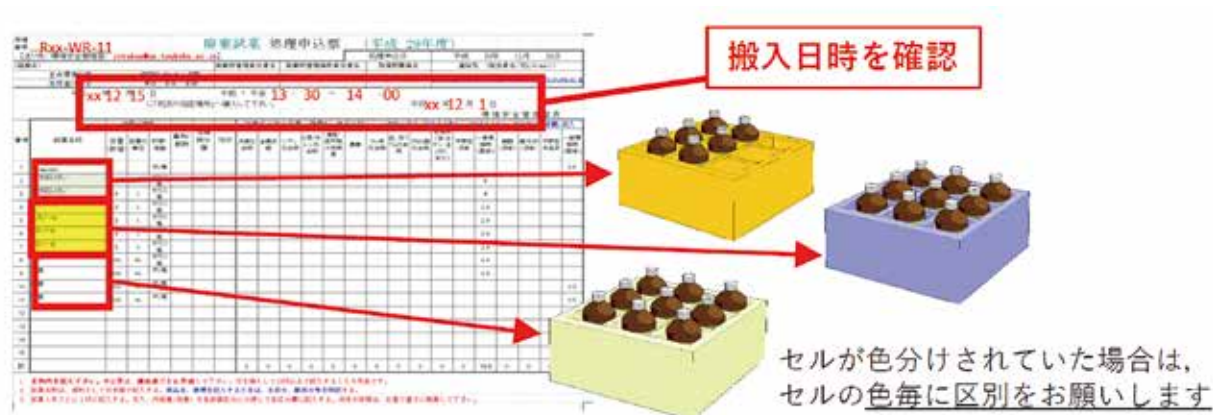

図 11. 廃試薬搬出時の注意事項
- III. 環境安全管理室から送付される「受付番号・ラベル番号入りリスト」にある、製品名のセルが色分けされている場合は、色別に区別できる状態で持ち込んでください（図 11）。